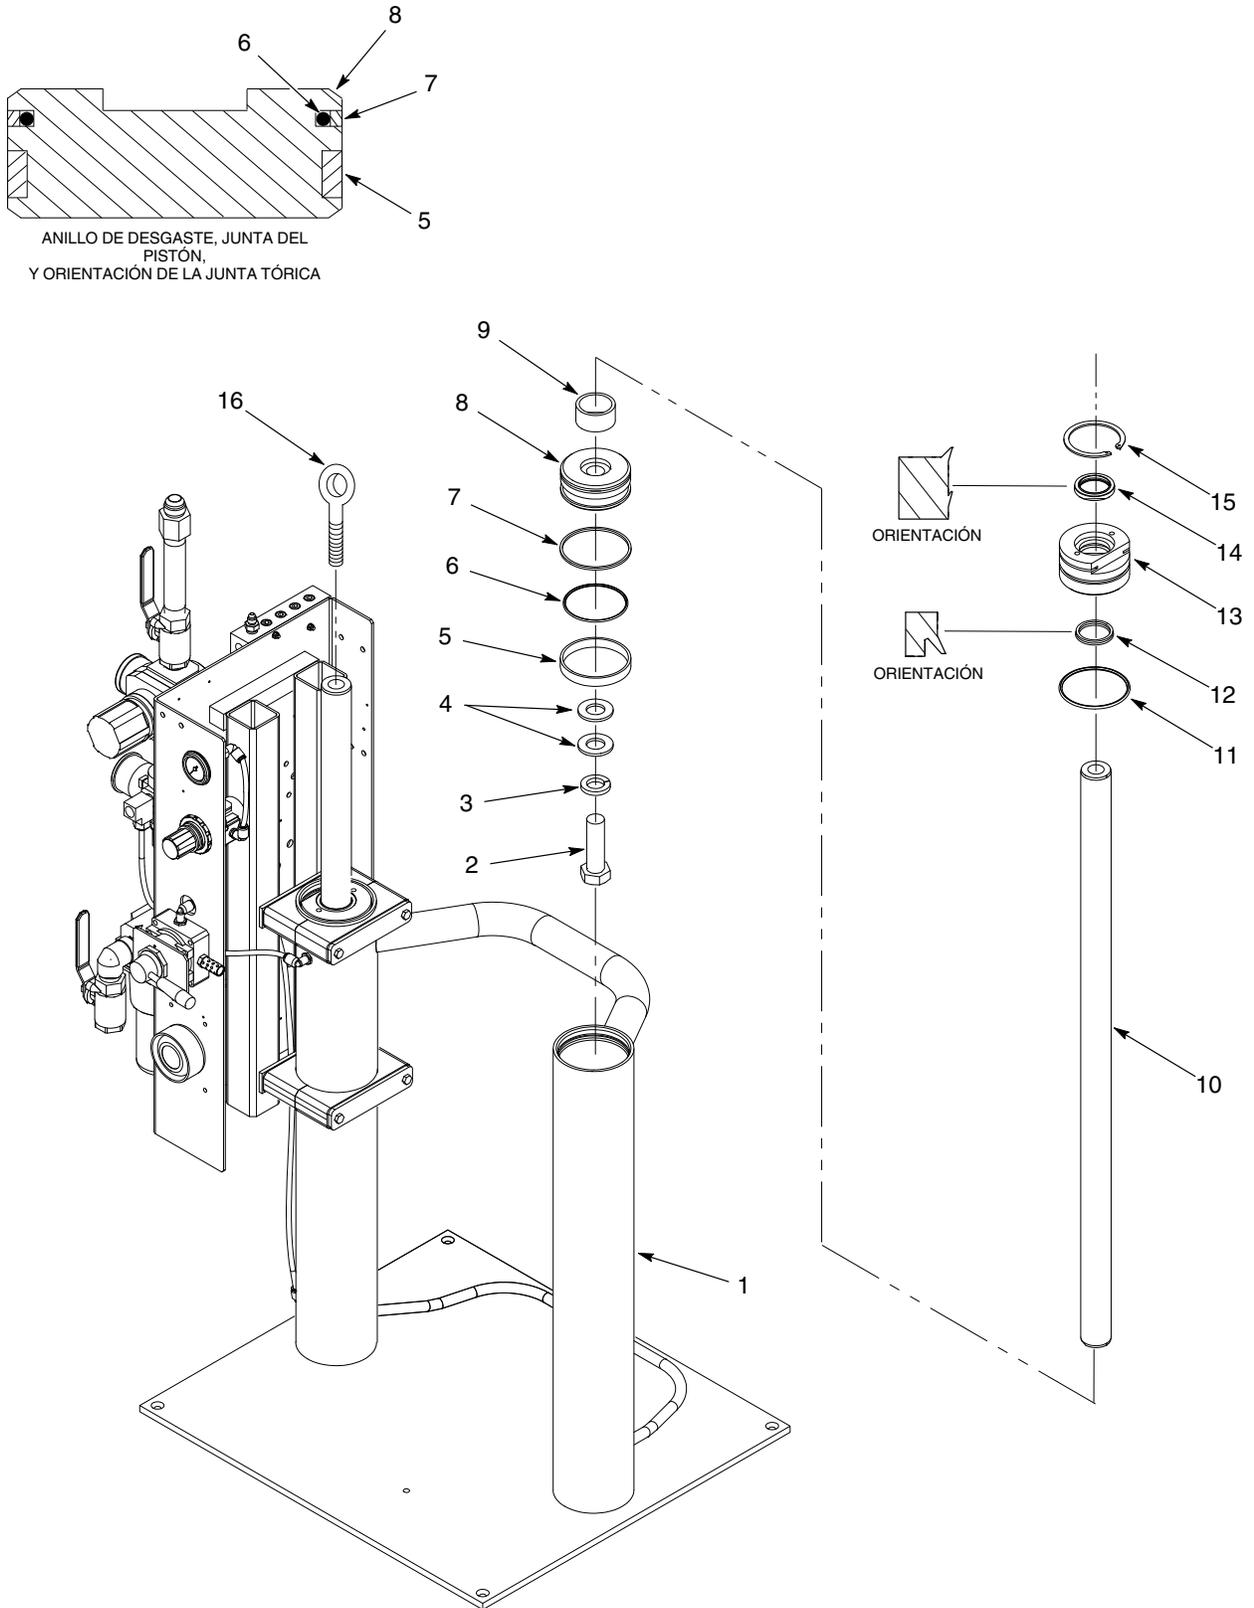

Figura 5 Reacondicionamiento de los cilindros de soporte pequeño
1. Ver la figura 5. Enroscar el perno ojal de  $7/8$ -14 (16) en cada eje del cilindro (10).
- a. Tener en cuenta la orientación de las culatas del cilindro (13).
- b. Comprimir el anillo de retención (15) utilizando los alicates del anillo de retención de ID.
- c. Mantener comprimido el anillo de retención y utilizar el dispositivo de elevación para extraer el eje de cilindro (10) del cilindro neumático (1).
4. Extraer los pernos ojales (16) de los ejes de cilindro (10).
5. Extraer las culatas del cilindro (13) de los ejes de cilindro (10). Extraer los rascadores limpiadores (14), las juntas (12) y las juntas tóricas (11) de cada culata del cilindro (13).
6. Extraer los tornillos de cabeza hexagonal (2), las arandelas de bloqueo (3), y las arandelas planas (4) de los ejes de cilindro (10).
7. Extraer los pistones (8) y los separadores (9). Extraer los anillos de desgaste (5), las juntas del pistón (7) y las juntas tóricas (6) de cada pistón (8).
1. Ver la figura 5. Limpiar las paredes internas de los cilindros neumáticos (1). Aplicar inmediatamente lubricante a la junta tórica para evitar la corrosión.
2. Limpiar los pistones (8), las culatas del cilindro (13) y los ejes de cilindro (10).
3. Examinar las culatas del cilindro (13) en cuanto a daños de los cojinetes y sustituir en caso necesario. El cojinete está fabricado a máquina con la culata.
4. Lubricar las juntas nuevas (12) y los rascadores limpiadores nuevos (14) con el petrolato. Instalar estas piezas en cada culata del cilindro (13).
5. Lubricar las dos juntas tóricas nuevas (11) con lubricante para juntas tóricas. Instalar una junta tórica en cada culata del cilindro (13).
6. Inspeccionar los pistones (8) en cuanto a daños y sustituirlos en caso necesario.
7. Utilizando el lubricante para juntas tóricas, lubricar e instalar las juntas tóricas (6), las juntas del pistón (7) y los anillos de desgaste (5) en cada pistón (8).
1. Ver la figura 5. Aplicar una ligera capa de petrolato a cada eje de cilindro (10).
2. Instalar los separadores (9) en cada eje de cilindro (10).
3. Aplicar Loctite 271 a las roscas de los tornillos de cabeza hexagonal (2). Instalar los pistones (8) en los ejes de cilindro (10) utilizando las arandelas planas (4), arandelas de bloqueo (3) y los tornillos. Apretar los tornillos a 190-195 pies-lb (258-264 N•m).
4. Guiar con cuidado el eje de cilindro (10) por el cilindro neumático (1) hasta que toque fondo. Instalar de la misma manera el eje de cilindro restante.
5. Instalar las culatas del cilindro (13):
- a. Instalar el anillo de retención (15), con el lado afilado hacia arriba, en cada culata del cilindro. Instalar la culata del cilindro en el eje de cilindro (10).
- b. Comprimir el anillo de retención (15) utilizando los alicates del anillo de retención de ID e instalar la culata del cilindro en el eje de cilindro (10). Asegurarse de que el anillo de retención se ajuste en la ranura en el cilindro neumático (1).
6. Extraer los pernos ojales (16) de los ejes de cilindro (10).